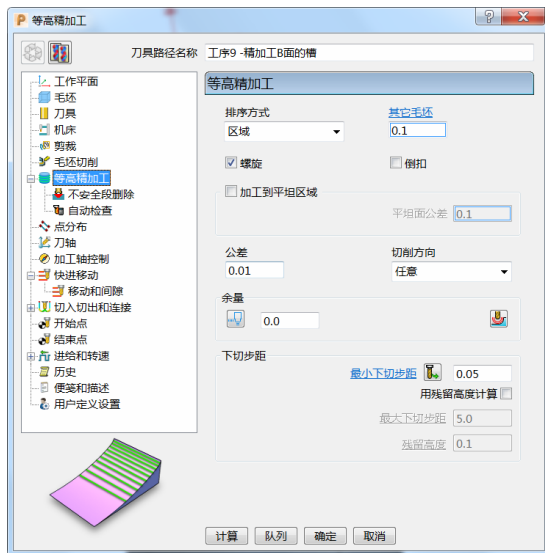

图 6-79
- 4) 等高精加工：排序方式选择“区域”，设定其它毛坯“0.1”，勾选“螺旋”，设定公差“0.01”、切削方向“任意”、余量“0.0”、最小下切步距“0.05”。（图 6-79）